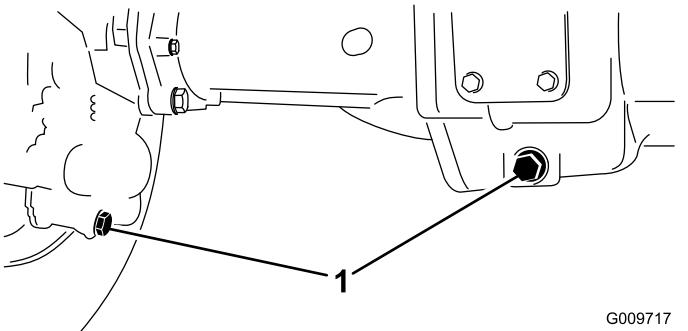

Bild 106
2. Reinigen Sie den Bereich um die drei Ablassschrauben, d. h. jeweils eine an jedem Ende und eine in der Mitte (Bild 106).